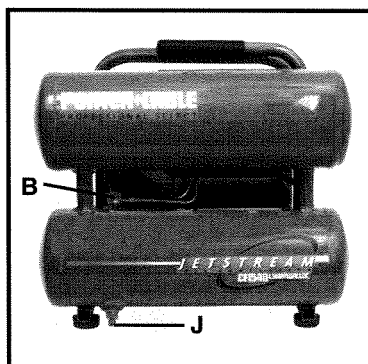

Fig. 2
Soupape de retenue (B) Fig. 2 :
Soupape de vidange (J) Fig. 2 : La soupape de vidange est située à la base du réservoir d'air inférieur et sert à vider la condensation au terme de chaque usage.
- c. Tournez la soupape de vidange (J) Fig. 2, l'ouvrant entièrement, pour empêcher l'accumulation de pression d'air dans le réservoir.
11. Videz l'eau du réservoir d'air. Tournez la soupape de vidange (J) Fig. 2 pour ouvrir.